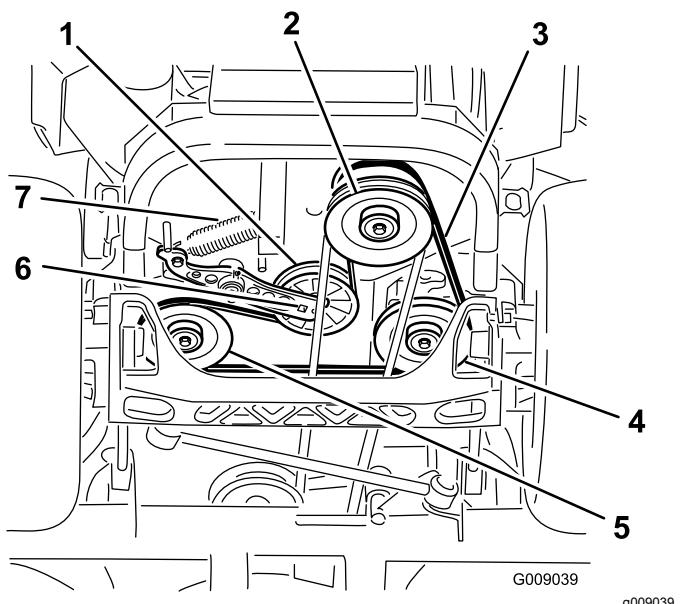

Figure 86
- Soulevez la machine sur des chandelles (Figure 86).
- Insérez un rochet dans le trou carré du bras de la poulie de tension pour déposer le ressort de la poulie de tension (Figure 86).
- Décrochez le ressort de tension sur le cadre (Figure 86).
- Insérez un rochet dans le trou carré du bras de tension pour installer le ressort de la poulie de tension sur le cadre (Figure 86).